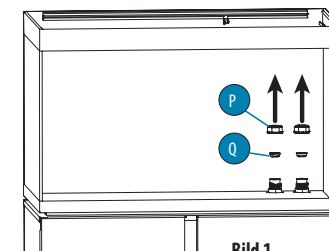
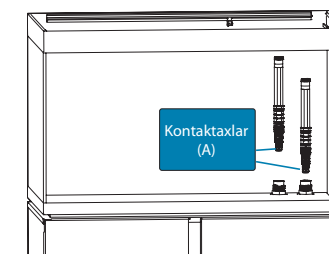

Bild 1
Bild 2
1. Skruva ur pluggen (P) för hand och ta ut pluggen (Q) ur öppningen (O) (bild 1).
**VIKTIGT: Spara pluggarna (P) och (Q) för framtida bruk.**
2. Skjut kontaktaxeln (A) helt genom öppningen (O) tills den stannar (bild 2).
1. Skruva ur pluggen (P) för hand och ta ut pluggen (Q) ur öppningen (I) (bild 1).
2. Skjut den andra kontaktaxeln (A) helt genom öppningen (I) tills den stannar (bild 2).